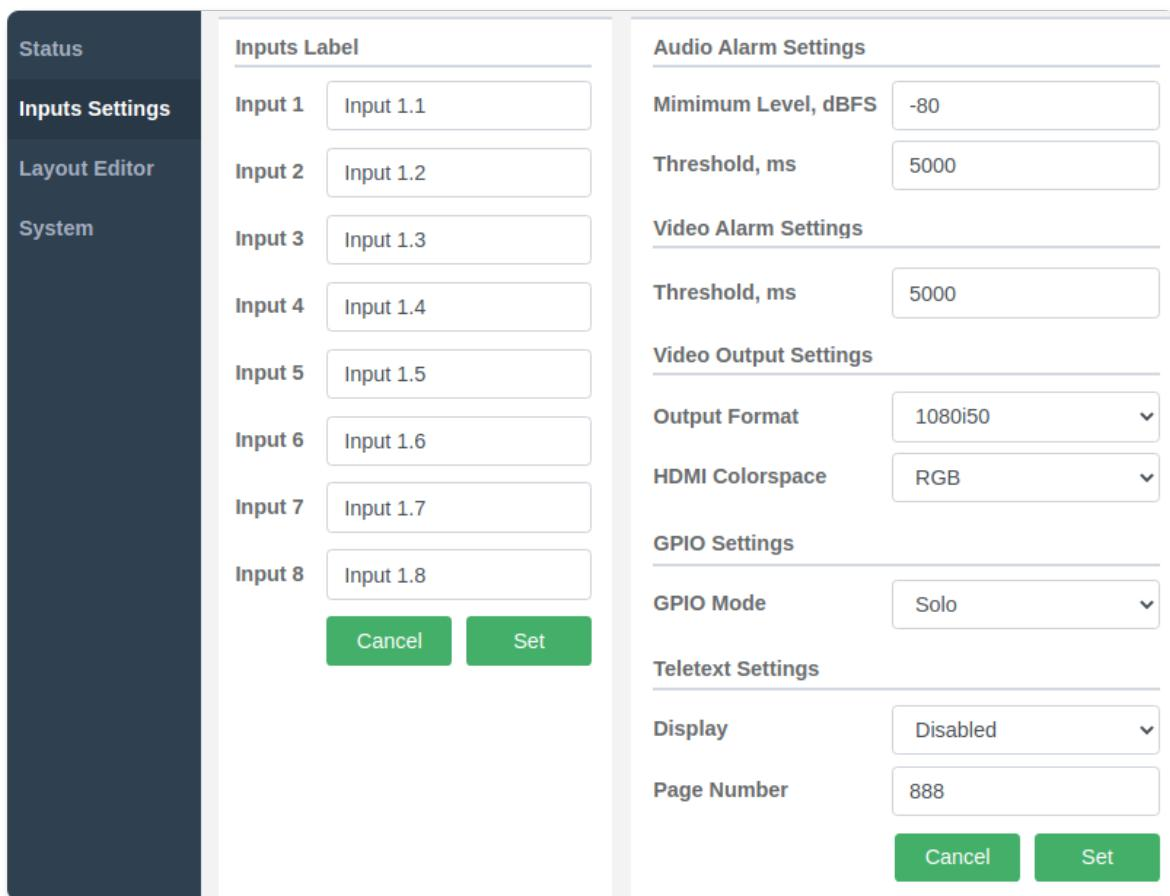

Рис. 8. Вкладка **Input Settings**
Название входного сигнала индицируется в центре нижней части изображения. Присвоение имен каждому из входов осуществляется во вкладке **Input Settings** на панели **Inputs Label** (рис. 8).
Выбор формата выходного сигнала осуществляется во вкладке **Input Settings** на панели **Video Output Settings** (рис. 8). Для выбора доступны два формата: 1080i50 и 1080p25.
- **Static** – используется имя, которое присвоено во вкладке **Input Settings** на панели **Inputs Label** (рис. 8),
Управление отображением осуществляется во вкладке **Input Settings** на панели **Teletext Settings** (рис. 8).
Критерии для формирования ошибок в звуковом канале задаются во вкладке **Input Settings** на панели **Audio Alarm Settings** (рис. 8).